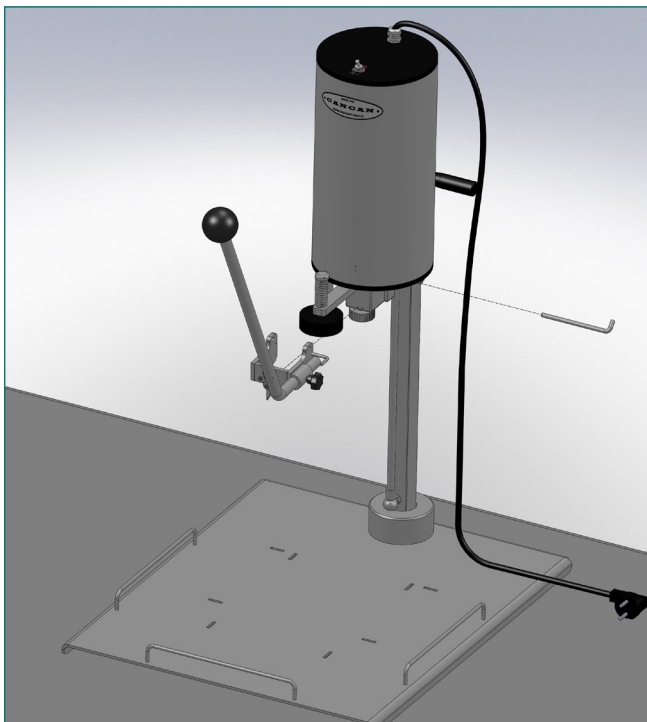

Рисунок 15
- Обязательно держите оборудование и аксессуары всё время в чистоте. Ручку и запасную часть в виде англ. буквы У можно отсоединить и снова прикрепить к корпусу оборудования. **(Рисунок 15).** Эти части можете промывать в горячей воде.